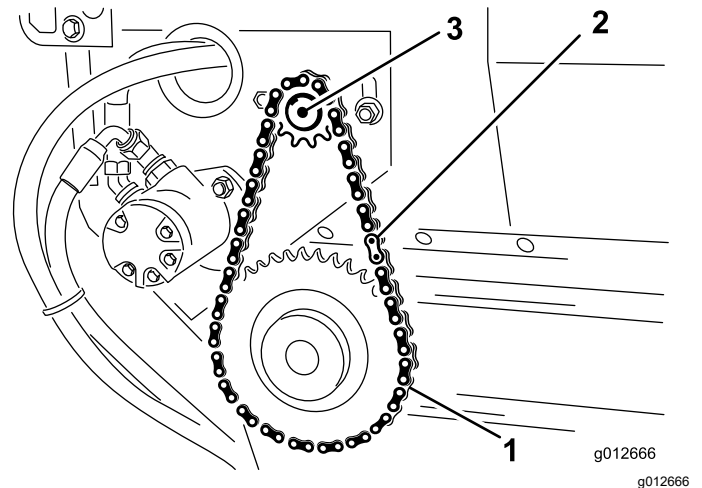

Bild 29
- Entfernen Sie das Hauptkettenglied von der Kette und nehmen Sie die Kette von den kleinen Kettenrädern ab (Bild 29).